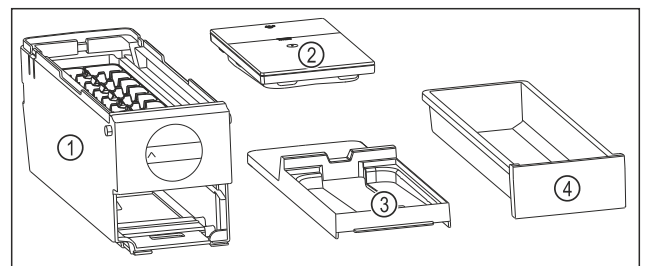

Fig. 107 Composants de l'EasyTwist-Ice
- ▶ L'EasyTwist-Ice est démonté en quatre parties. (voir Fig. 107)
- ▶ Ne démonter l'EasyTwist-Ice que de la manière illustrée. (voir Fig. 107)
- ▶ Nettoyer le corps de l'EasyTwist-Ice Fig. 107 (1) dans son ensemble.